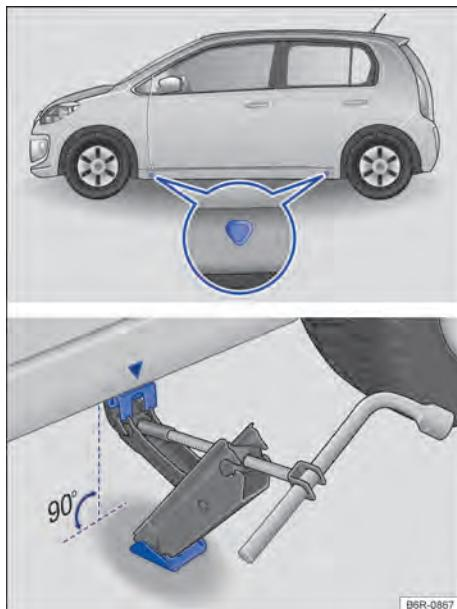

Fig. 150 Pontos de apoio do macaco e macaco posicionado no lado esquerdo traseiro do veículo.
O macaco somente pode ser posicionado nos pontos de apoio indicados (marcação na carroceria) → **Fig. 150**. É válido o ponto de apoio localizado próximo à roda correspondente → **▲**.
6. Procurar sob o veículo o ponto de apoio do macaco → Fig. 150 mais próximo da roda a ser trocada.
8. Garantir que a base do macaco, com toda sua superfície, esteja sobre o chão e que a base se encontre perpendicularmente abaixo do ponto de colocação → Fig. 150.
9. Alinhar o macaco e, simultaneamente, levantar a garra do macaco até ela se encaixar na travessa debaixo do veículo → Fig. 150.
- Posicionar o macaco somente nos pontos indicados. A garra do macaco deve se encaixar no perfil da longarina de forma segura → Fig. 150.